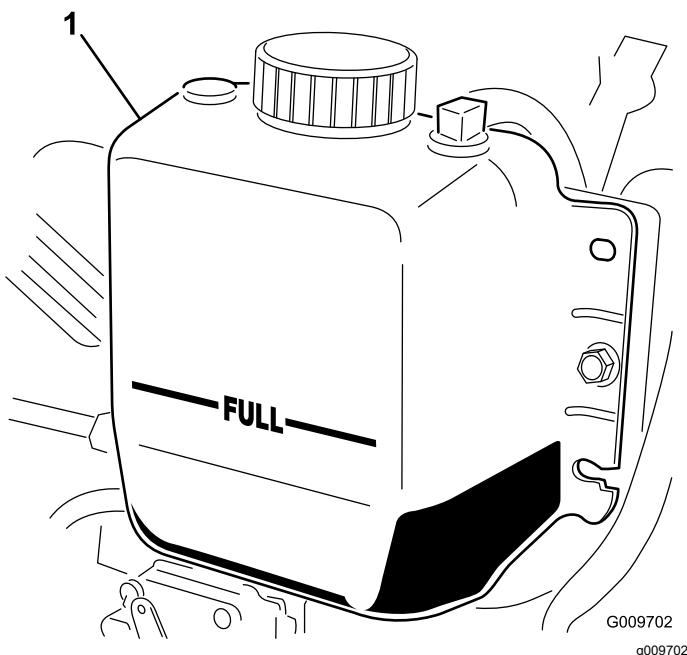

Figura 110
3. Verifique o nível do líquido de arrefecimento do radiador. O radiador deverá encontrar-se cheio de líquido até ao cimo do tubo de enchimento e o nível do líquido no depósito de expansão deverá atingir a marca CHEIO (Figura 110).